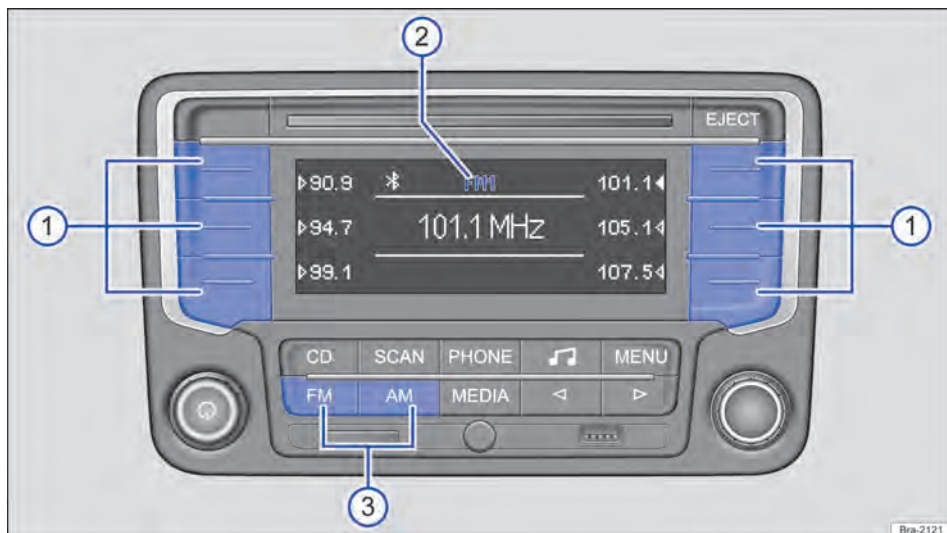

Fig. 134 Selecionar a faixa de frequências e o nível de memória.
Pressionar o botão do aparelho **FM** ou **AM** → Fig. 134 ③ até que seja exibido o nível de memória desejado → Fig. 134 ②.
Ao trocar os níveis de memória, as frequências das estações de rádio salvas são exibidas ao lado dos botões das estações Fig. 134 ①.